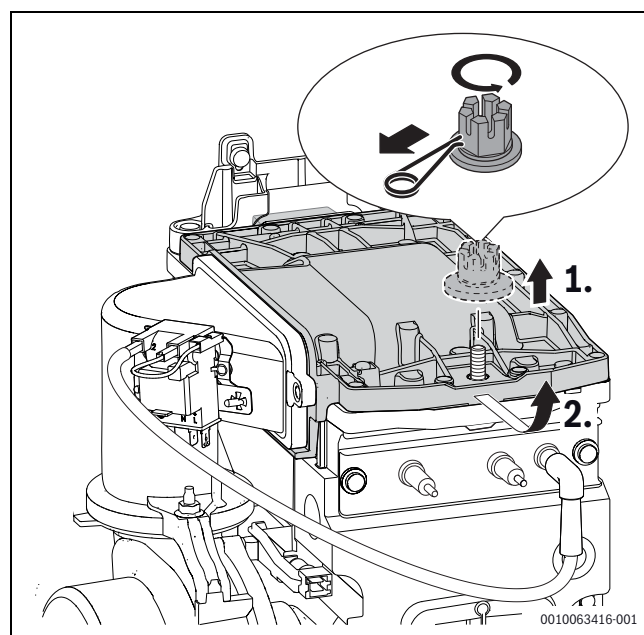

Bild 83 Brennerdeckel ausbauen
- Schraube [1] (Bild 83) an der Mischeinrichtung mit $5,5+0,5$ Nm festziehen.